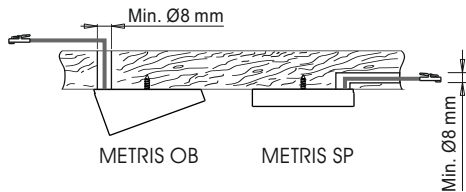

Fig 6
- If necessary, bore a $\varnothing \geq 8$ mm exit hole for the power supply cable as illustrated in figure 6.
- Für den Austritt des Netzkabels ggf. eine Bohrung mit $\varnothing \geq 8$ mm ausführen (siehe Abb. 6).
- Si besoin, pratiquer pour la sortie du câble d'alimentation un trou de $\varnothing \geq 8\text{mm}$, comme indiqué sur la figure 6.